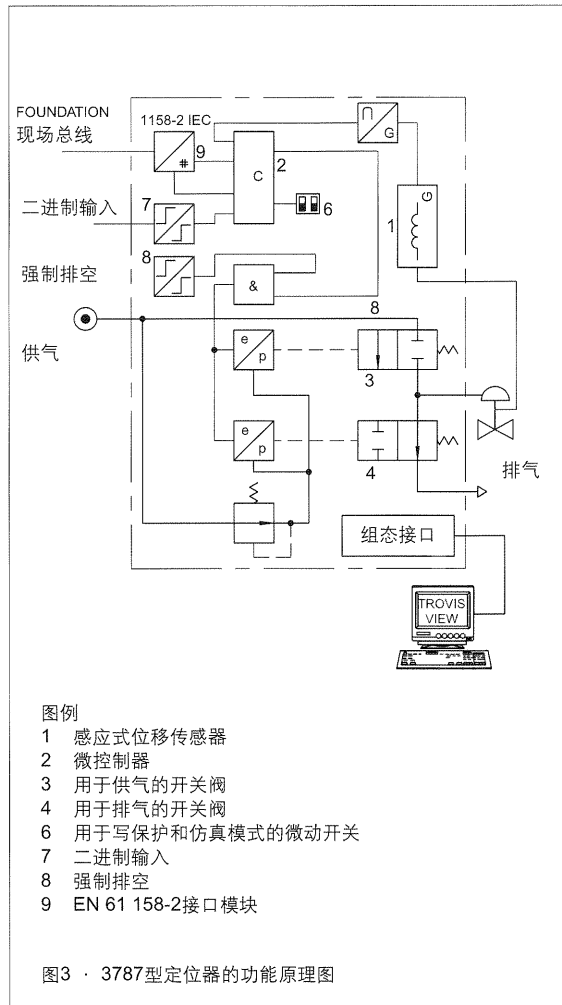

图3 · 3787型定位器的功能原理图
- 强制故障-安全排空动作 · 当外部信号断开时，2/2-通开关阀(图3,第4项)排出执行器中的空气。因此,调节阀被强制移动到故障-安全位置。